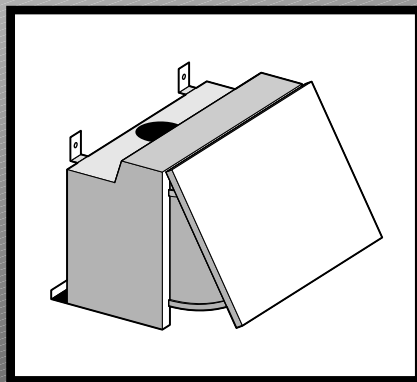

Fig.1
Drill 2 holes of 2,5 mm diameter on the side of the hanging cupboards as showed in the fig. 1 considering also the thickness of the front panel, so that the hood remains at the same level of the side hanging cupboards.
Close the room, which eventually remains between the hood and the wall adjusting the spacer (L) by acting on the appropriate screws (P) fig. 1.
Fix the hood to the spacer through the screws (P) fig. 1.
Insert the coupling flange (B) in the hole (A) and connect the discharge pipe to the same fig. 1.
Zwei Löcher (Durchmesser 2,5 mm) wie in Abb.1 gezeigt in die Seitenteile der Hängeschränke bohren. Dabei ist auch die Stärke des Frontpanels zu berücksichtigen, damit sich die Haube auf der gleichen Höhe wie die seitlichen Hängeschränke befindet.
Den eventuell zwischen der Wand und der Haube entstehenden Hohlraum mit Hilfe des Distanzstücks (L) schließen, das über die Schrauben (P) reguliert wird (Abb.1).
Die Haube mittels der Schrauben (P) am Distanzstück befestigen (Abb.1).